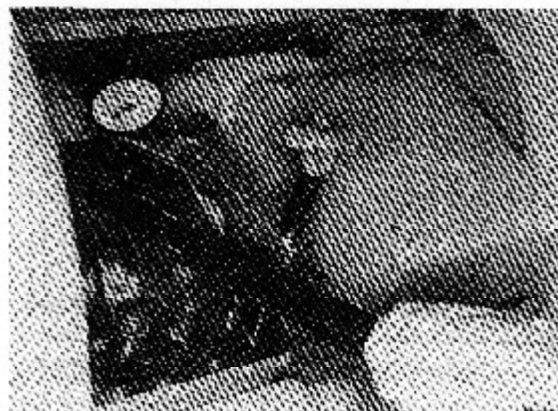

Рис. 2-63 (K21921). Погружение плунжера инжектора на дно чашки.
3. Используя привод коромысла, Рис. 2-63, нажмите коромысло в направлении инжектора, пока плунжер не погрузится в чашку и не начнет выдавливать масляную пленку. Медленно поднимите плунжер, опять опустите на дно, зафиксируйте в этом положении и установите щуп на «0». Щуп должен касаться верхушки плунжера.